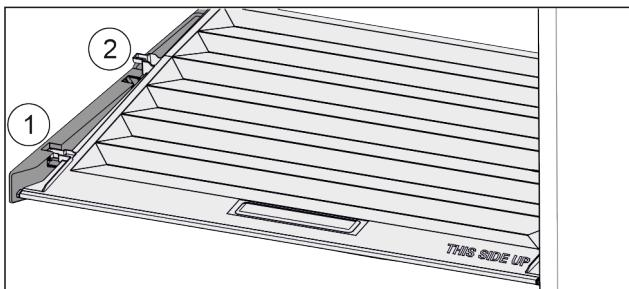

Fig. 147
- Pokrov povlecite naprej Fig. 147 (1) do odprtine v držalnih delih.
- Zadaj ga od spodaj dvignite in odstranite Fig. 147 (2) navzgor.